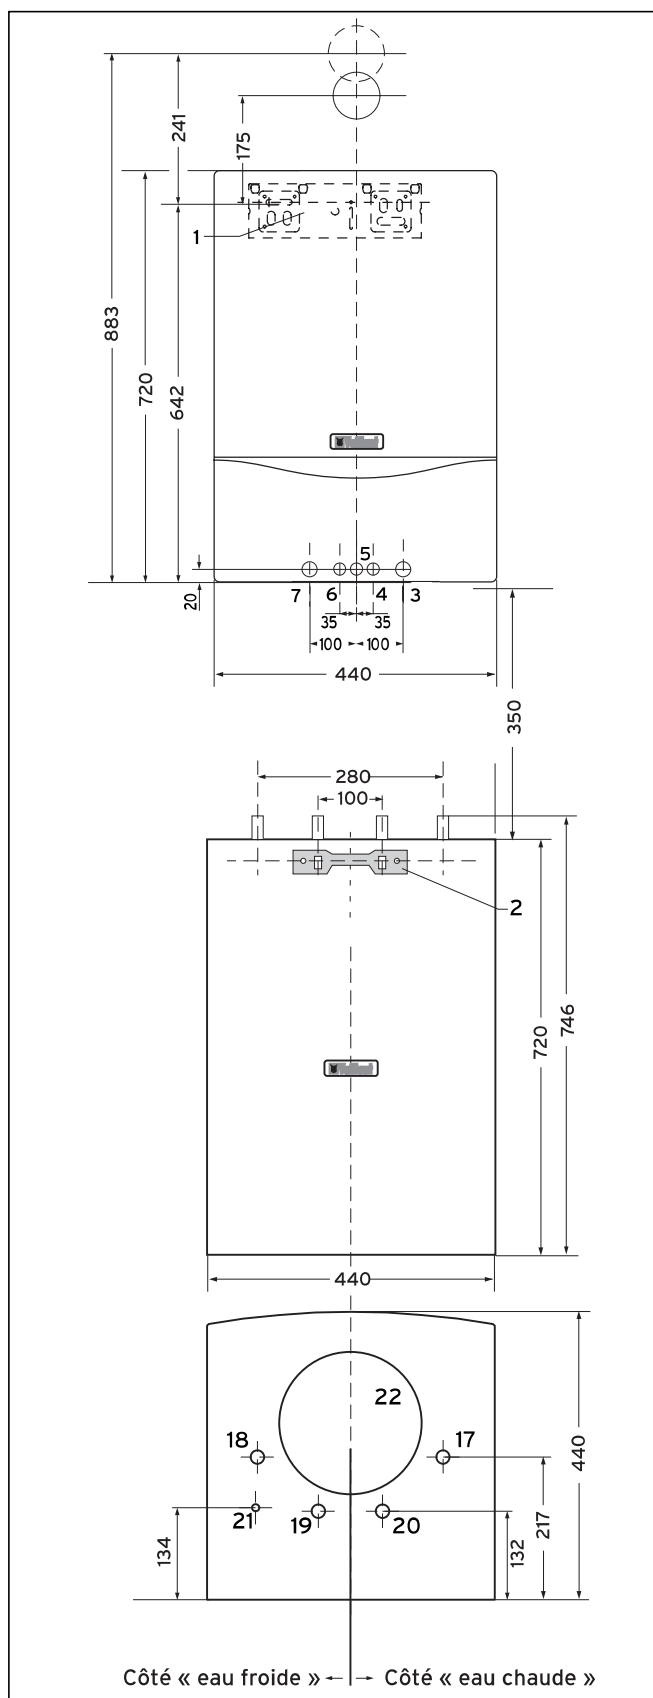

Fig. 4.3 Dimensions pour le montage sous l'appareil de chauffage
- Percez des trous pour la barrette d'accrochage conformément aux indications de la figure 4.3.